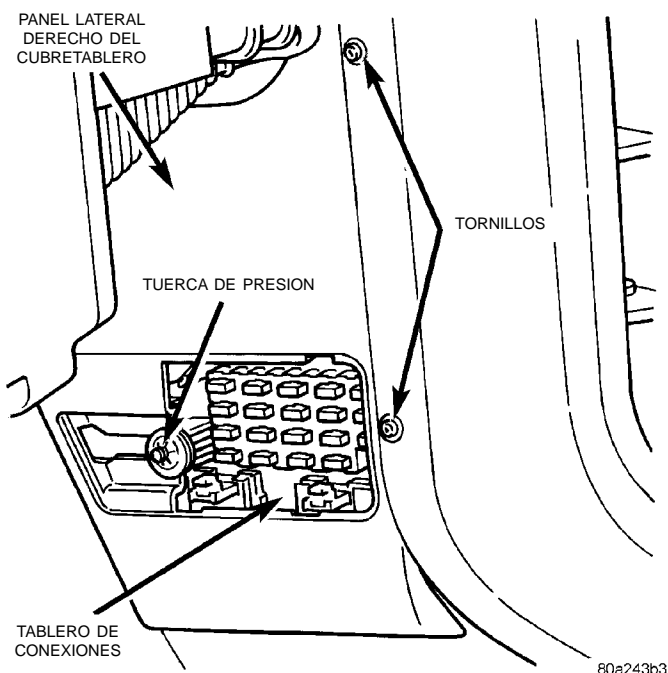

Fig. 4 Desmontaje/instalación del panel lateral derecho del cubretablero
(1) Desconecte y aisle el cable negativo de la batería.
(2) Para retirar el tablero de acceso a los fusibles, despréndalo del panel lateral derecho del cubretablero.
(3) Retire la tuerca que asegura el espárrago del panel lateral derecho del cubretablero al tablero de conexiones (Fig. 4).